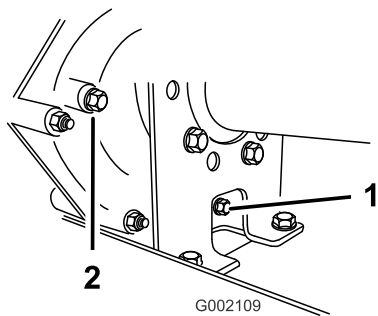
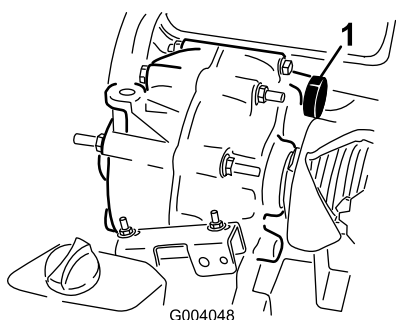

Figura 41
Figura 42
2. Rimuovete il tappo di spurgo dal lato destro del serbatoio (Figura 41) e lasciate defluire il fluido in una bacinella. Quando il fluido cessa di scorrere, montate il tappo e serratelo.
3. Riempite il serbatoio (Figura 42) con circa 1,4 litri di olio motore SAE 10W30, fin quando il livello dell'olio non raggiunge la parte inferiore del foro indicatore di livello (Figura 41).